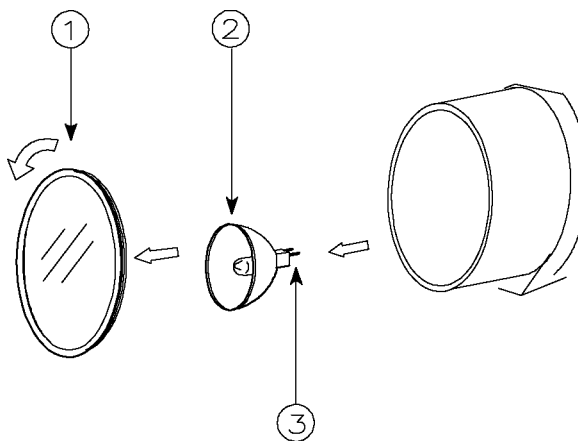

fig.3
1. Quitar el filtro de protección (1) (fig.3).